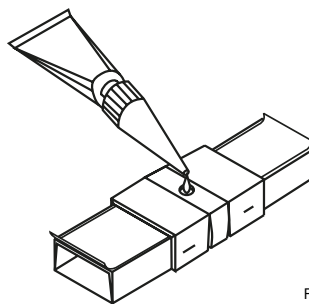

FIG 15.
16. Spuit het afdichtmateriaal via de **achterzijde** in de connector (zie fig 15) en plaats de afdichtdop. Na 60 minuten is het afdichtmateriaal voldoende gedroogd voor beweging. Na 24 uur is het afdichtmateriaal volledig uitgehard.